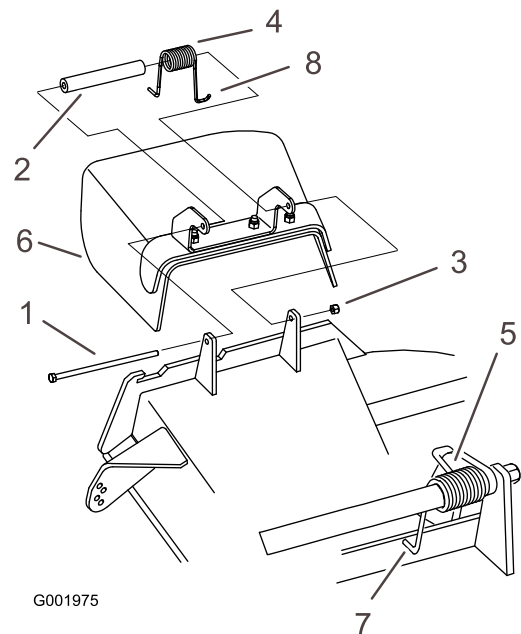

Figure 62
- Retirez le contre-écrou, le boulon, le ressort et l'entretoise qui fixent le déflecteur aux supports de pivot (Figure 62). Enlevez le déflecteur s'il est endommagé ou usé.
Remarque: Prenez soin de placer l'extrémité en **L** du ressort derrière le bord du plateau avant de mettre le boulon en place, comme indiqué à la Figure 62.
- Remettez le boulon et l'écrou. Accrochez l'extrémité en **J** du ressort au déflecteur d'herbe (Figure 62).